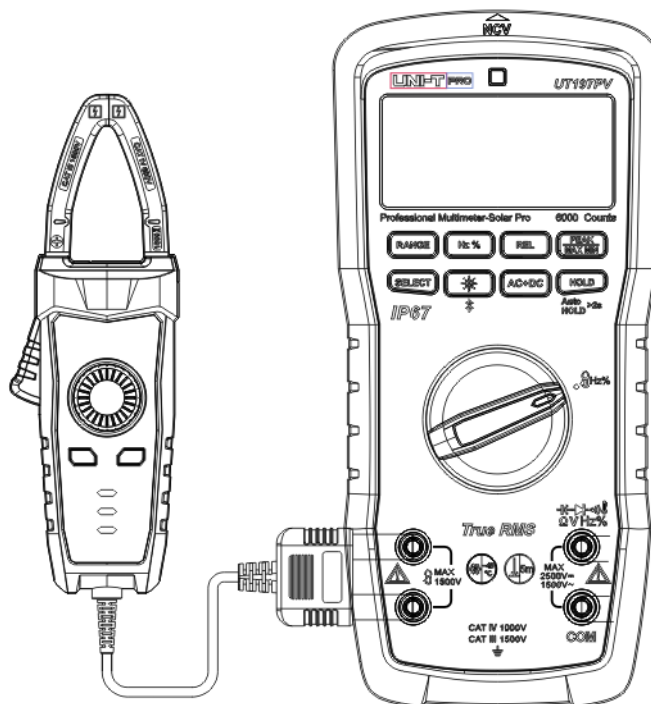

Figure 13
10. Mesure par capteur de courant (ACA/DCA) (Figure 13)